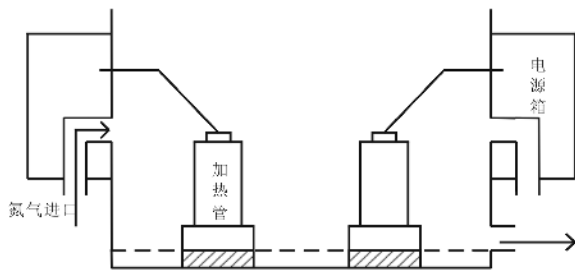

图5 改造后加热器氮气置换路线
4)改进氮气置换管线,使氮气置换方式改变:氮气管线由下向上向盐电加热器内吹入氮气改为由上向下向熔盐电加热器内吹入氮气。可以避免盐液水蒸气在电气接线盒内与冷空气相遇形成水滴,从而避免发生电气设备的短路接地故障,如图5所示。